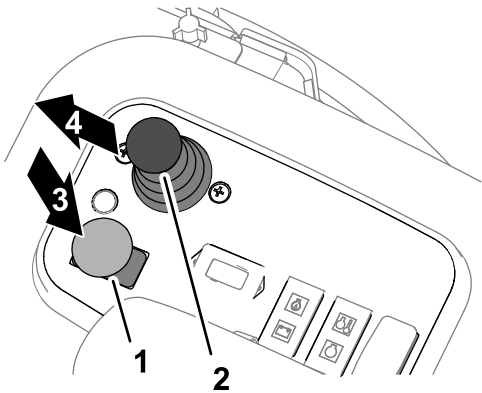

Figura 50
- 3. Premete l'interruttore di azionamento degli apparati di taglio in posizione di DISINNESTO (Figura 50).
- 5. Spostate la leva di comando Abbassa-Tosa/Alza in avanti (Figura 50).